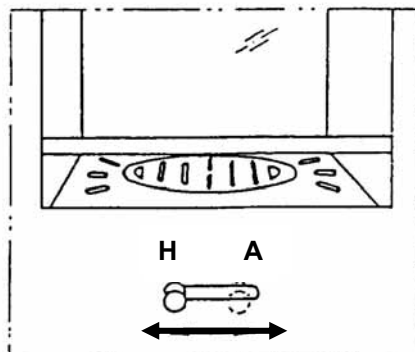

Fig. 3
Réglez ensuite la prise d'air primaire (voir fig. 3)
- ouvrir la prise d'air primaire (voir fig. 3.+4.)